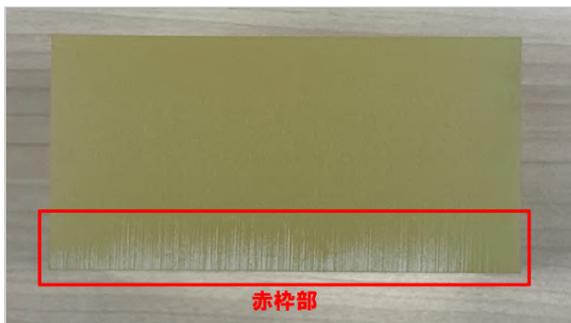

図2
4. 材料の特性として加工面の一部が白くなる場合がございます(図2赤枠部参照)。